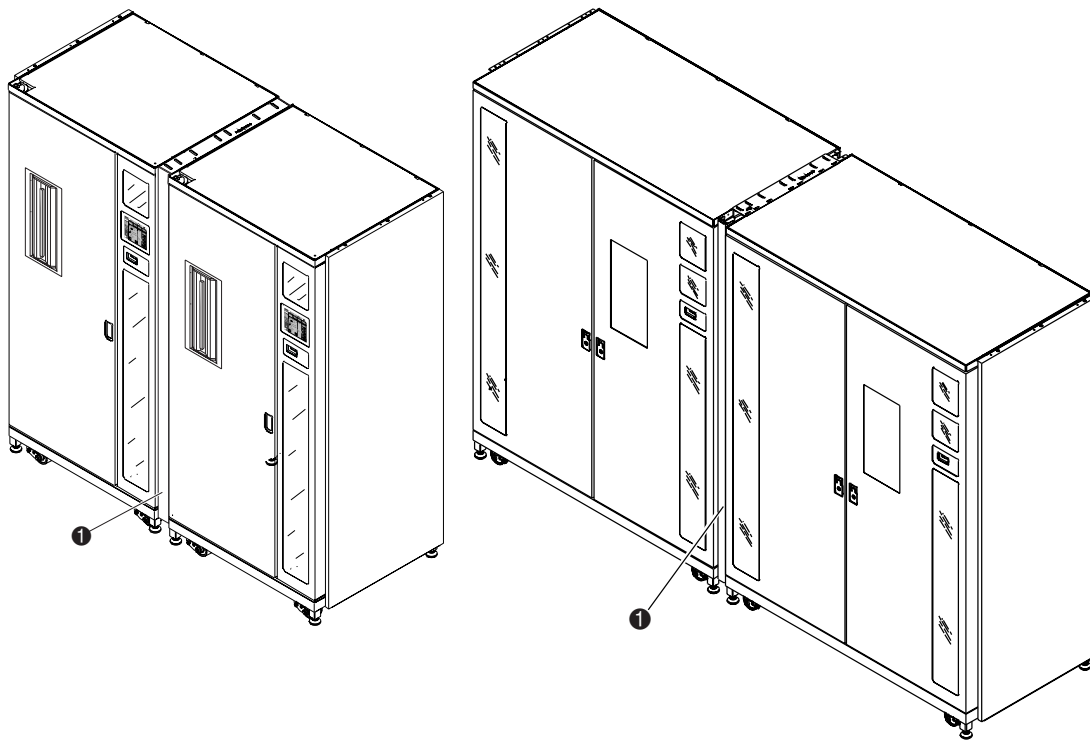

Figure 2-15. Installation du panneau d'habillage avant
8. Installez le panneau d'habillage dans l'espace avant qui sépare les bibliothèques (❶ Figure 2-15). Assurez-vous que les fentes ouvertes dans les angles d'habillage coïncident avec les quatre vis (❷ Figure 2-2).